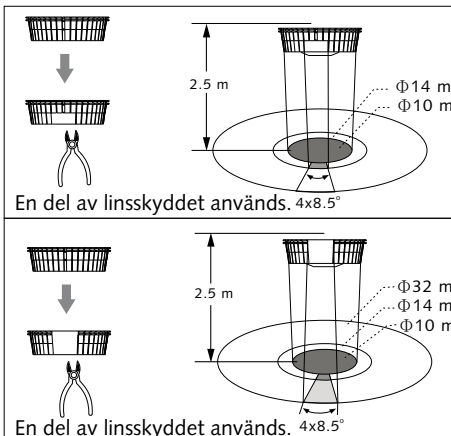

Bild 20-B
- Skuggdelen av linsskyddet på bild 20-A & bild 20-B hänvisar till avsnittsdelarna.